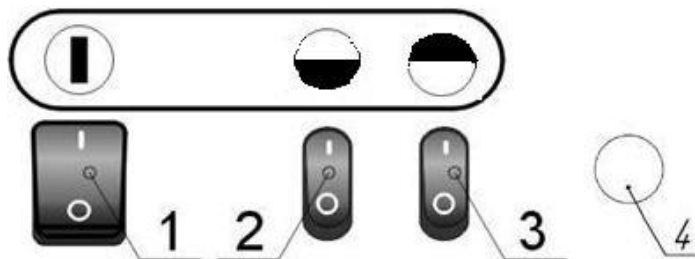

Рис.2. Задняя обечайка с пультом управления
На задней обечайке с пультом управления поз. 2 расположены выключатель сетевой поз. 1 (рис.2) и выключатели нагревателей поз. 2 и 3 (рис. 2) и лампа индикаторная автопродува 4.
7.1.1 Для включения тепловентилятора в режим вентиляции необходимо включить клавишу сетевого выключателя (поз.1 рис.2) в положение “  ”, при этом включается вентилятор и загорается подсветка клавиши.
Для работы в режиме 2 установить клавиши поз. 2 и 3 (рис.2) в положение “  ” “  ”